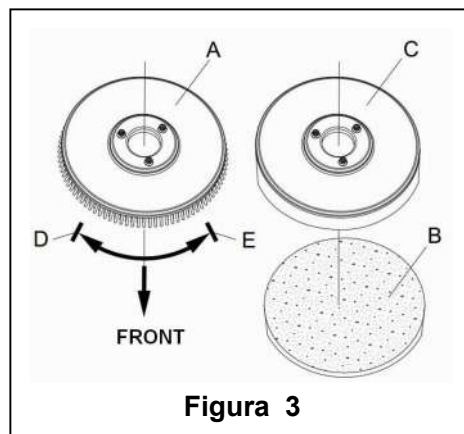

Figura 3
În funcție de tipul de pardosea care trebuie curățată, pe mașină se poate monta o perie (Figura 3, A) sau o bucată de material (Figura 3, B și C).
1. (Se aplică doar la tipurile **AS430C** și **AS510C**): verificați dacă cablul de curent(9) e deconectat de la sursa de alimentare și dacă comutatorul (38) este pe poziția de deconectare (O).
2. Apăsați mânerul-bară (2) pentru a se ridica corpul rezervorului (26).
3. Puneți peria (A) sau suportul de material (B – C) în locaș.
4. Utilizați mânerul-bară (2) pentru a coborî corpul rezervorului (26) și a veni în contact cu peria sau suportul de material de curățare.
5. Pentru instalarea automată a periei / suportului de material, puneți comutatorul de alimentare cu electricitate (38) pe poziția "I" și apăsați butonul de siguranță (1). Împingeți ușor mașina înainte pentru a permite roții de la baza rezervorului să se alinieze cu peria sau cu suportul de material care în acest fel vor fi montate. Apoi degajați comutatorul de siguranță. Dacă e necesar, repetați procedura până când peria/ suportul pentru bucata de material este instalată.
6. Dacă pasul 5 de mai sus se dovedește a fi greu de realizat, utilizați metoda manuală urmărind săgeata (D) ce indică sensul pentru montarea periei / suportului de material (după cum se arată în **Figura 3**).
7. Pentru demontarea automată a periei /suportului de material, puneți comutatorul (38) alimentării cu curent pe poziția "O". Țineți cu mâna mânerul-bară și apăsați mașina în jos până când roata de ghidaj atinge podeaua iar peria/ suportul de material e suspendată în aer. Puneți comutatorul de alimentare (38) pe poziția "I" și apăsați butonul de siguranță pentru a permite periei sau suportului de material să se rotească până ce cad pe podea.
8. Dacă pasul 7 de mai sus se dovedește a fi greu de realizat, folosiți metoda manuală, rotind peria /suportul de material în direcția opusă funcționării normale și în felul acesta se poate scoate. (așa cum se arată în **Figura 3**)